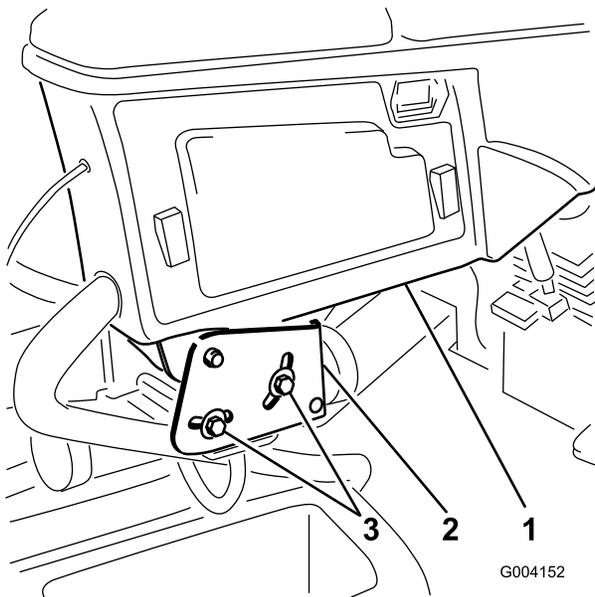

图2
1. 拧开用于将控制臂固定到止动架的 2 个螺栓（图 2）。